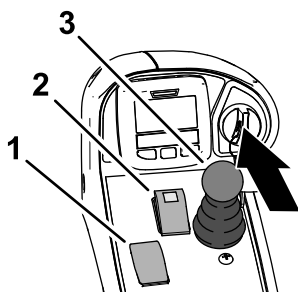

Рисунок 55
2. Убедитесь, что выключатель BOM установлен в положение ВЫКЛ (Рисунок 55).